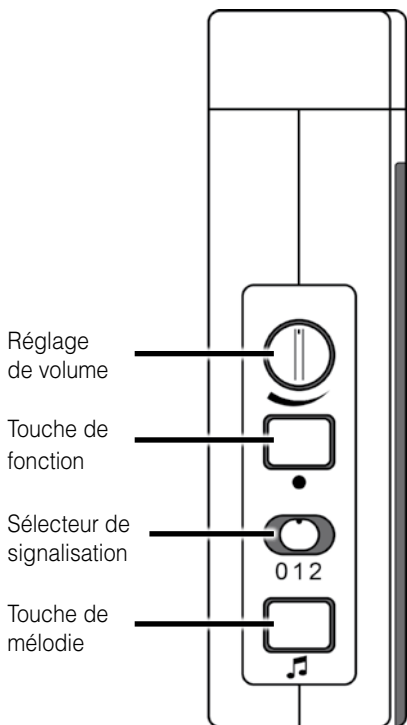

Figure 2 : Réglage et touches
À l'aide de l'interrupteur coulissant de sélection du signal (fig. 2 « 0 1 2 »), vous pouvez choisir le type de signalisation. Veuillez noter que les symboles sont toujours éclairés par des diodes électroluminescentes de couleur.
- a) Appuyez longuement sur la touche «●» (fig. 2). Les symboles s'allument les uns après les autres. Relâchez la touche dès que le symbole souhaité s'allume.
- c) Appuyez pendant 2 secondes sur la touche de sélection de la mélodie «♪» (fig. 2). Relâcher la touche et réappuyez sur la touche de sélection de la mélodie aussi souvent jusqu'à ce que vous ayez trouvé la séquence de son que vous souhaitez (16 séquences de sons au choix).